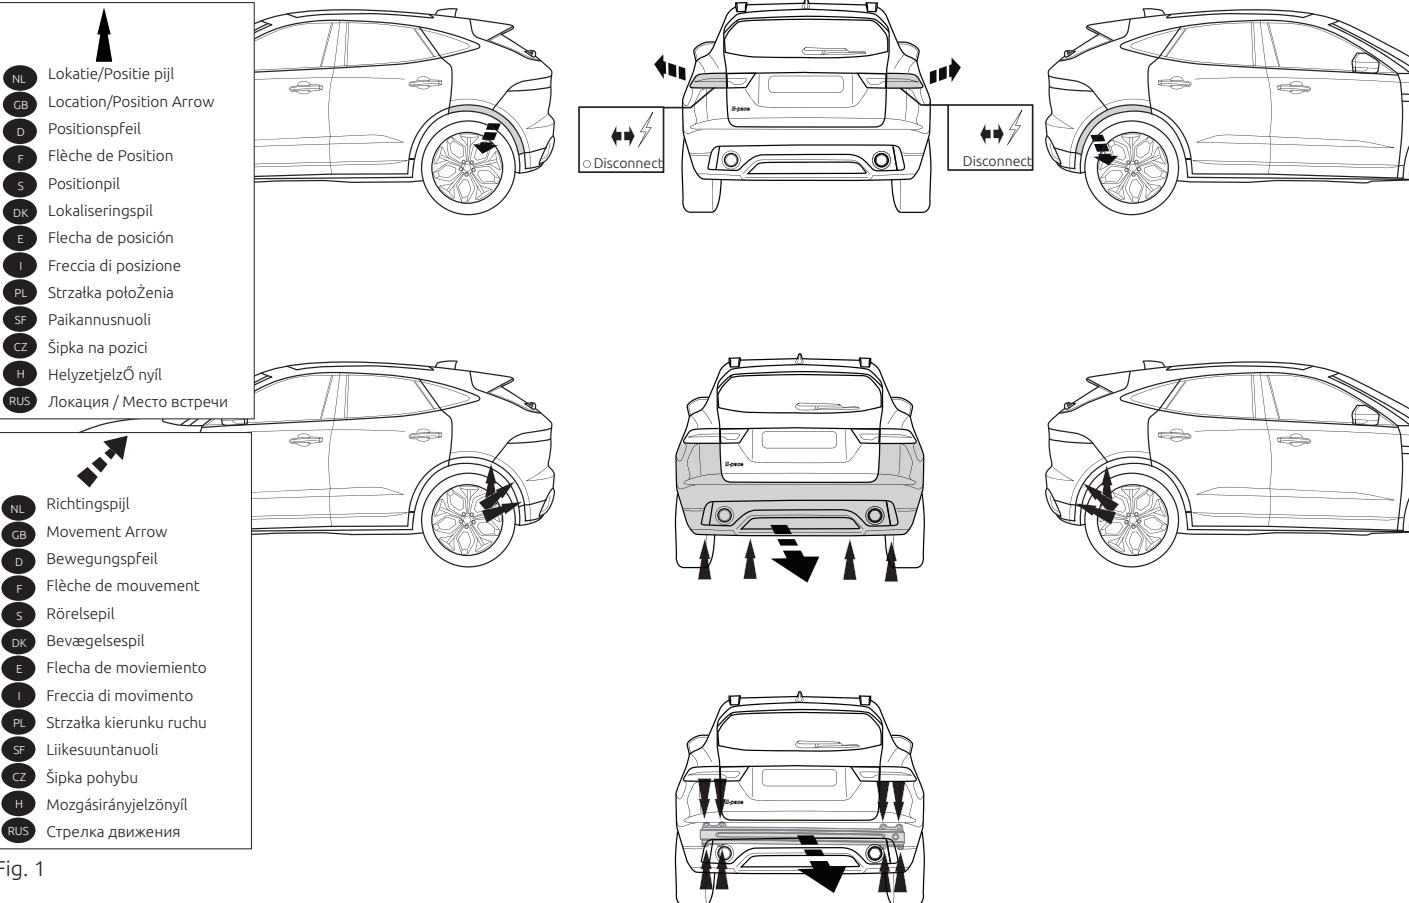

Fig. 1
1. Zdemontować zespoły tylnych świątek. Zdemontować z pojazdu zderzak wraz ze belką zderzakową. Belka zderzakowa nie będzie ponownie używana. Patrz rysunek 1.
- брюсом автомобиля. Буферный брус больше не понадобится. См. рисунок 1.